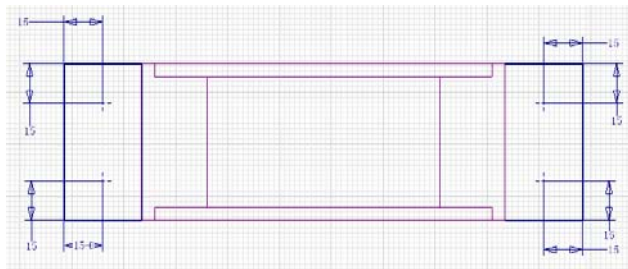

图 7-36 绘制 4 个孔心
①在基座的上表面上新建草图，进入草图环境。单击【草图】标签栏【绘图】面板上的【点】工具按钮 $\perp$ ，绘制 4 个点，并选择【尺寸】工具标注其位置尺寸并且进行修改，设置 4 个点到零件边缘的距离都是 15，如图 7-36 所示。